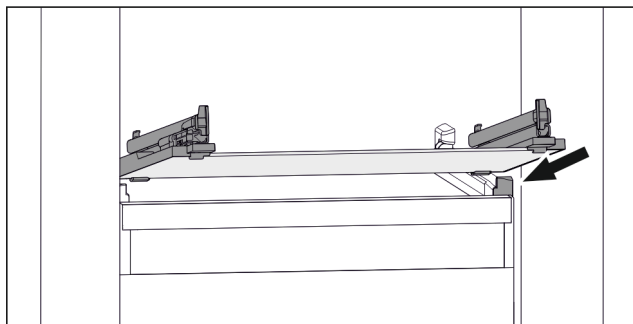

Fig. 89 Exempel på glashylla
- Sätt på glashylla i vinkel bakom stoppklackarna. (se Fig. 89)